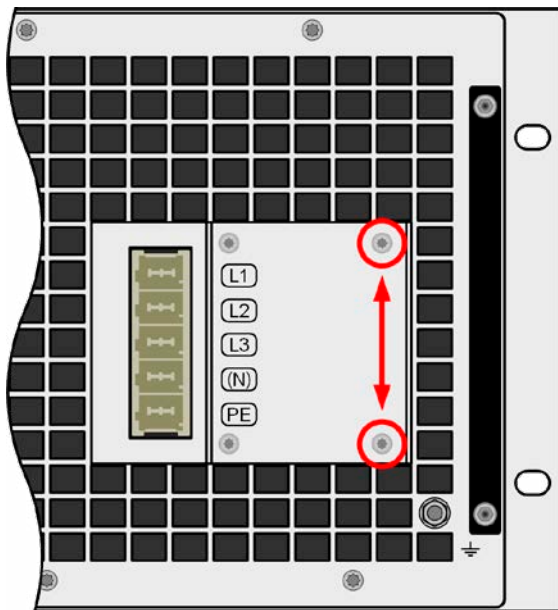

Bild 11 - Montageposition des Haltewinkels
1. Am AC-Filter die beiden rechten Schrauben lösen, wie im *Bild 11* unten markiert.